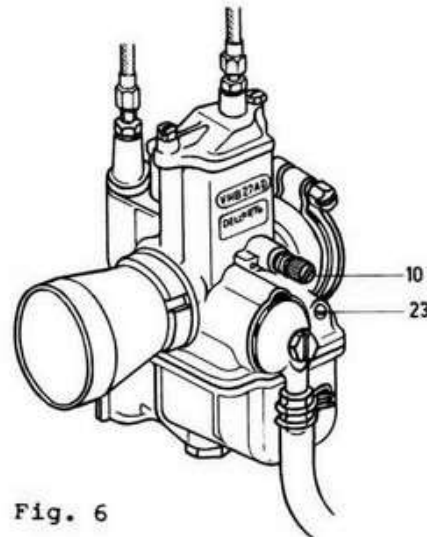

Fig. 6
3.2 LEERLAUF-EINSTELLUNG (Fig. 6)
3.2 REGLAGE DU RALENTI (fig. 6)